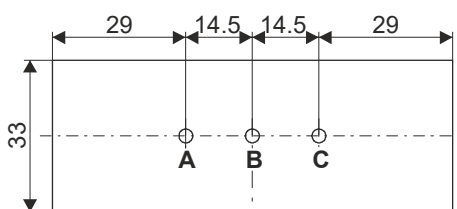

Fig. 5
3. Mark the drill hole(s) with Ø max. 20 mm on the back box according to the drilling jig (Fig. 5).
3. Markieren Sie die Bohrstelle(n) Ø max. 20 mm auf dem Gehäuseboden gemäß der Bohrschablone (Fig. 5).
3. Marquez le ou les emplacement(s) de perçage de Ø 20 mm max. sur le boîtier arrière conformément au gabarit de perçage (fig. 5).